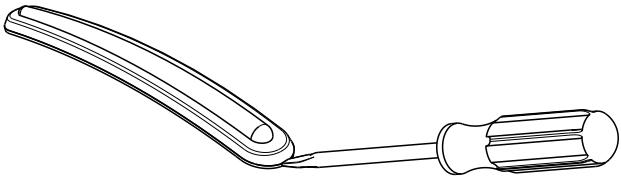

Figura 1. Neħħi l-Istrixxa tat-Trim tal-Fender
- Ara Figura 1 . Daħħal il-ponta tat-tornavit bejn il-bezel tal-kromju u l-istrixxa tat-trimm tal-lastku.